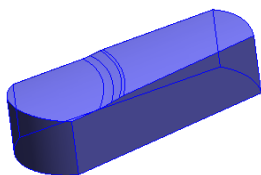

图 5.12.19 曲面-缝合 2
Step16. 创建图 5.12.19 所示的零件特征——曲面-缝合 2。选择下拉菜单 **插入(I)**